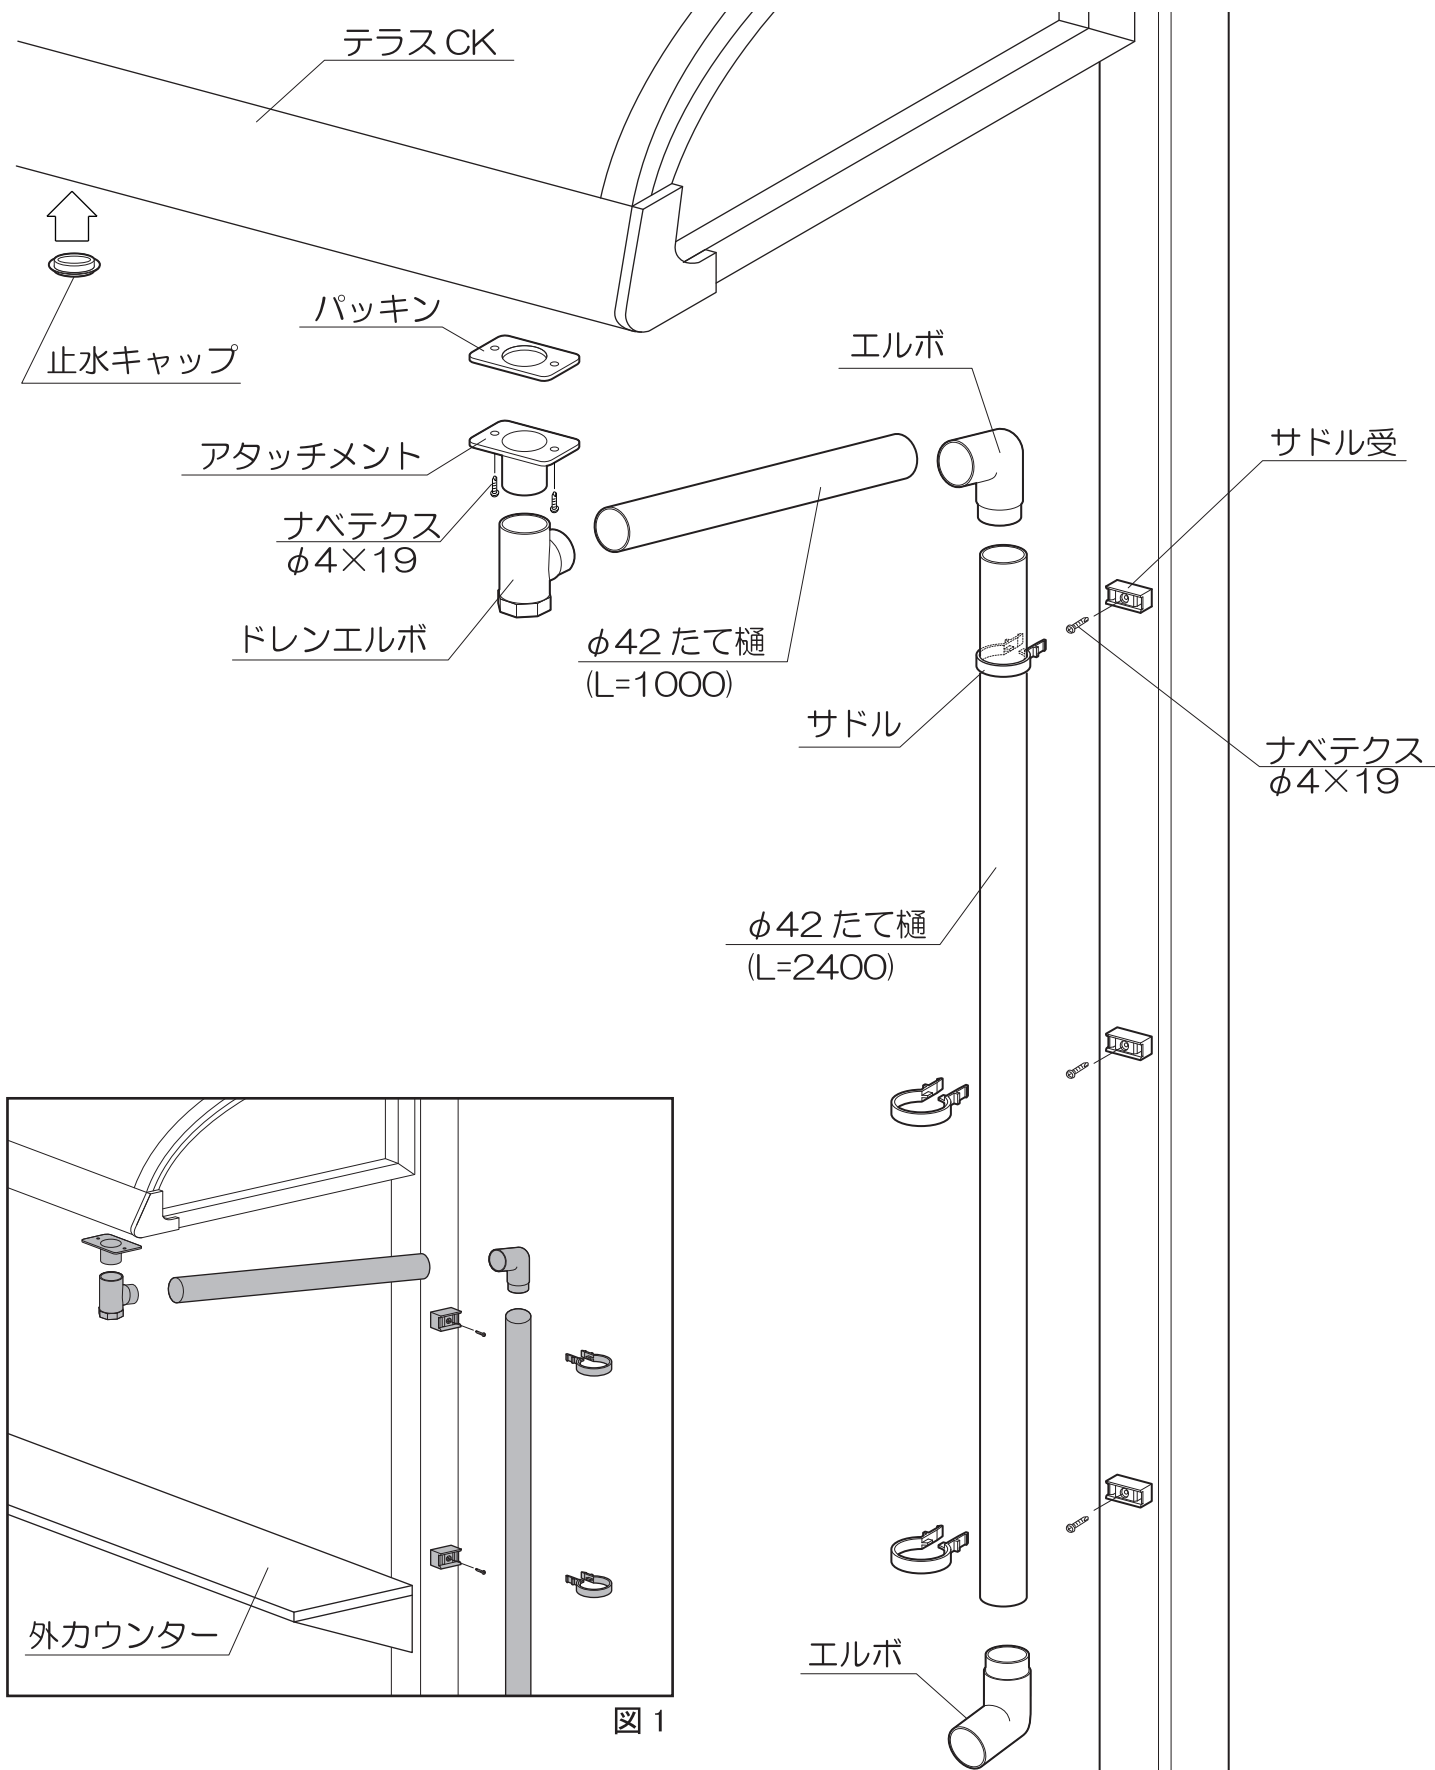

図 1
- ・カウンターを取り付けた場合はサドル受の取り付け位置をかえてください。(図 1)